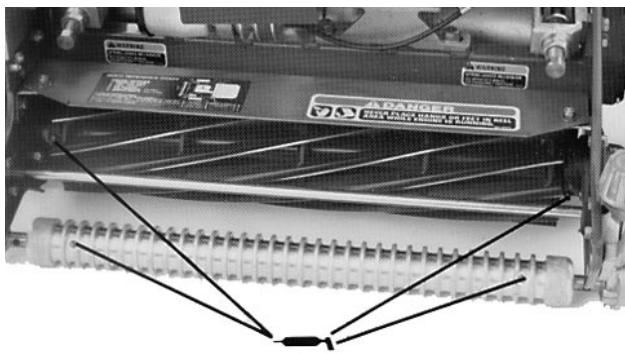
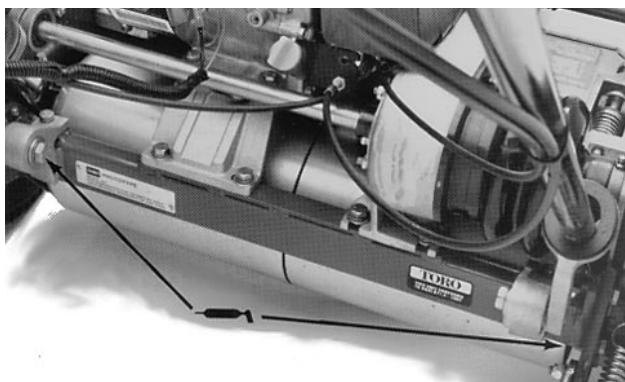
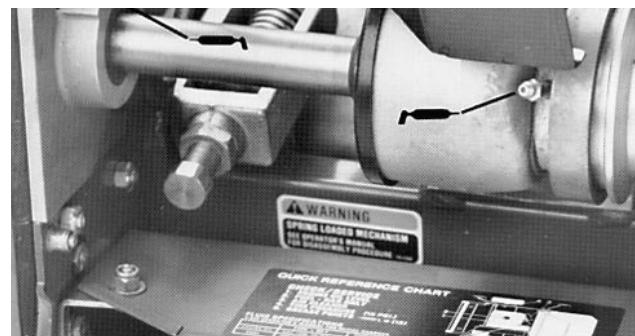
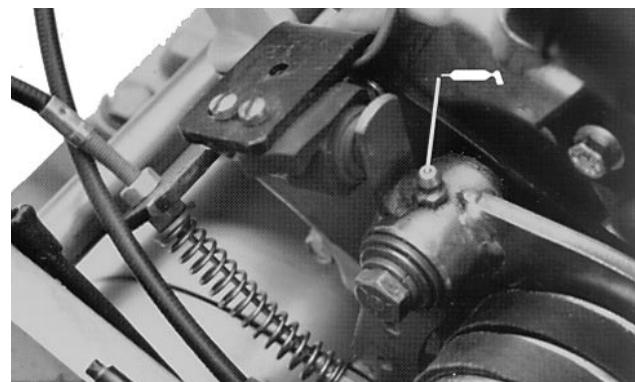

Fig. 16
Fig. 17
Fig 18
Fig 19
2. Os locais onde se encontram acessórios de lubrificação são: (2) no rolo dianteiro (Fig. 16), (2) nos mancais dos carretéis (Fig. 16), (2) nos eixos do tambor (Fig. 17), (3) no diferencial (Fig. 17), (2) nos mancais do contraveio dos carretéis (Fig 18) e (1) na articulação falsa da correia (Fig. 19).